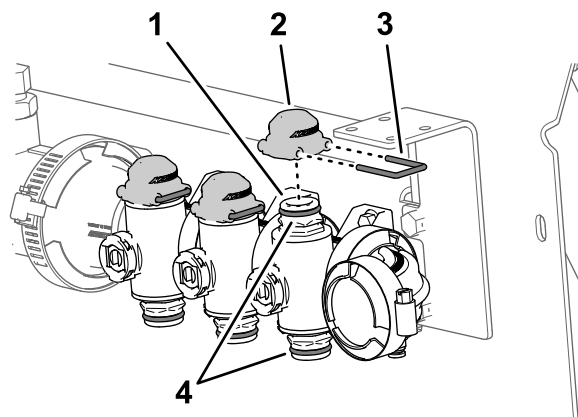

图 50
5. 用随同快速接头保护帽提供的润滑脂润滑歧管阀快速接头的上下 O 形圈图 50。
6. 将快速接头的 3 个保护帽安装到歧管阀的 3 个快速接头上图 50。
7. 用 3 个卡环将 3 个保护帽固定到 3 个快速接头上图 50。